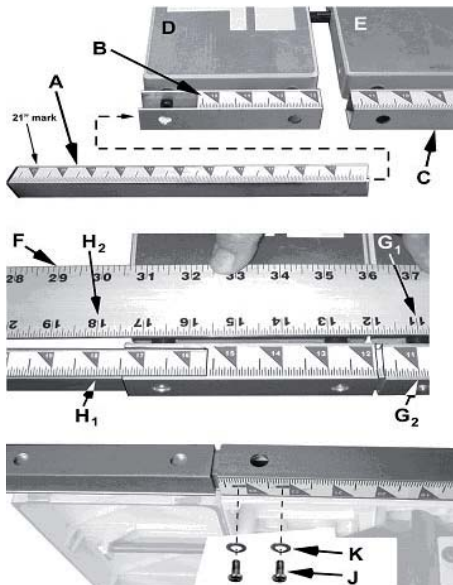

Рис. 15
**Расширение левой шкалы (рис. 15)**
- Левое дополнительное полотно планки (A) размером 280-530 мм вставьте в направляющий брус дополнительного стола (B), продвиньте его по направляющим брусам (C) до упора.
- Отрегулируйте положение таким образом, чтобы два отверстия в удлиняющих стержнях (A) и направляющая стола (C) расположились по одной прямой.
- Вставьте два винта с округленной головкой M4x10 (J), гровера M4 (K) и плоские шайбы M4 (L) для закрепления положения удлиняющих стержней.
- Установите измерительную шкалу или линейку (F) через всю ширину дополнительного стола и станка для распила.
- Отрегулируйте удлинительный брусок (A) таким образом, чтобы отметка 18" (457 мм) (H1) совпала с отметкой 18" на линейке (H2).
- Закрутите два болта (K).